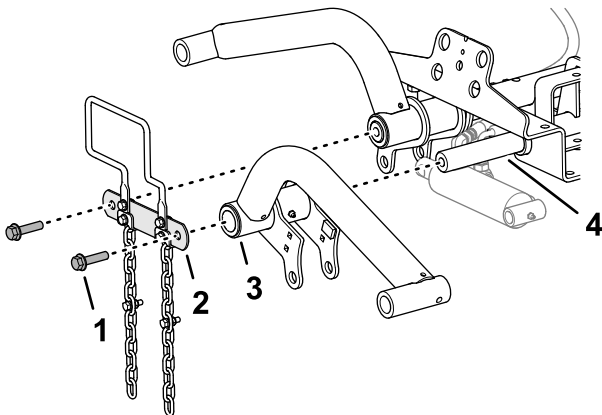

Figure 11
- Montez les bras de levage sur les axes de pivot, comme montré à la Figure 11.
- Fixez la bielle des axes de pivot sur les axes de pivot des bras de levage (Figure 11) à l'aide